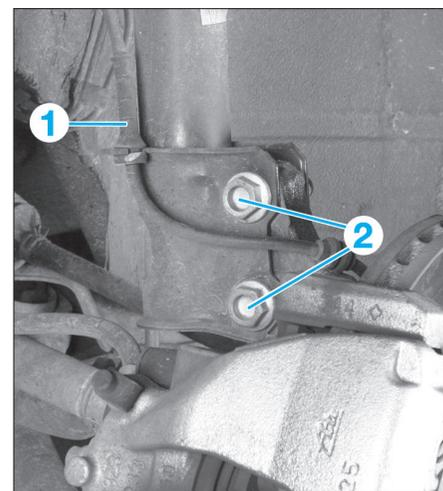

FIG. 4
- Dégager le câble (1) du capteur ABS du support (Fig.4).